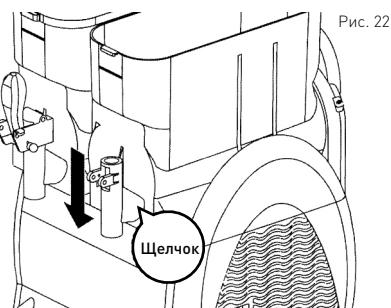

Рис. 22
- Осторожно нажмите на контейнер, чтобы его установить в правильном положении (Смотрите: Рис. 22).